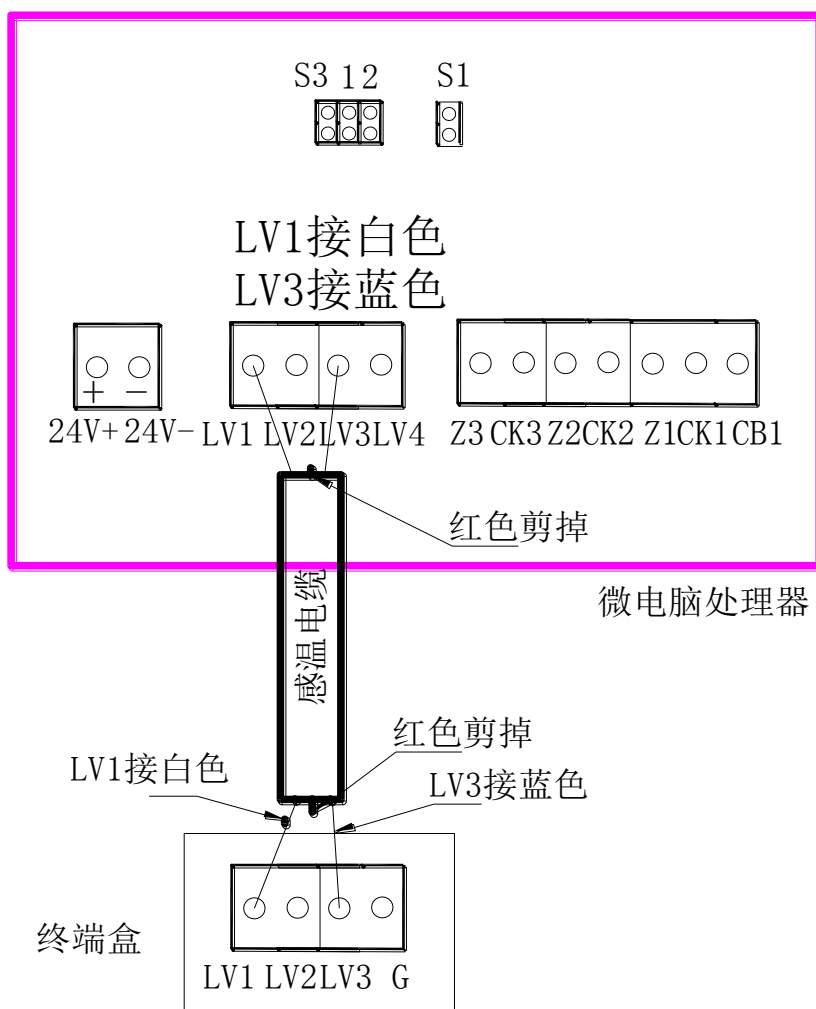

图4 探测器应用系统图
3. 手动测试模拟故障：把双排插针 S3（在电路板顶部，如图 4）上的短路环拔下插在第 1 组（中间）插针上，短接后黄灯常亮，故障继电器动作，用万用表测量 Z1、CK1 端子导通，CB 1、Z1 端子断开，测试后拔下短路环故障恢复。
4. 手动测试模拟火警：把双排插针 S3（在电路板顶部，如图 4）上的短路环拔下插在第 2 组插针上，短接后红灯常亮，火警继电器动作，用万用表测量 Z2 端和 CK2 端子导通测试后拔下短路环火警恢复。
探测器可以接入火灾报警控制系统中，应用方法如图 4 所示：